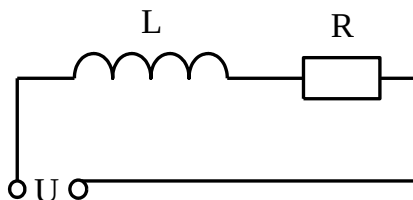

Рисунок 9 - Схема с активно-индуктивным сопротивлением
Даны три электрические схемы (рисунок 9,10,11).
- сопротивления R (рисунок 9);
В схеме $L - R$ (рисунок 9) ток нарастает по экспоненте; время достижения установившегося тока зависит от постоянной времени $\frac{L}{R}$ (рисунок 12).